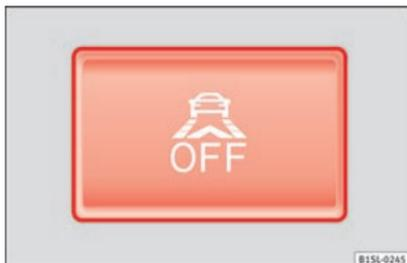

Abb. 90 Im unteren Teil der Mittelkonsole: Taste für den City-Safety-Assistent.
Innerhalb des Funktionsbereichs von 5-30 km/h (3-19 mph): Der City-Safety-Assistent wurde über die Taste  »» Abb. 90 ausgeschaltet.	Den City-Safety-Assistent über die Taste  »» Abb. 90 einschalten.
- Taste » Abb. 90 in der Mittelkonsole drücken.